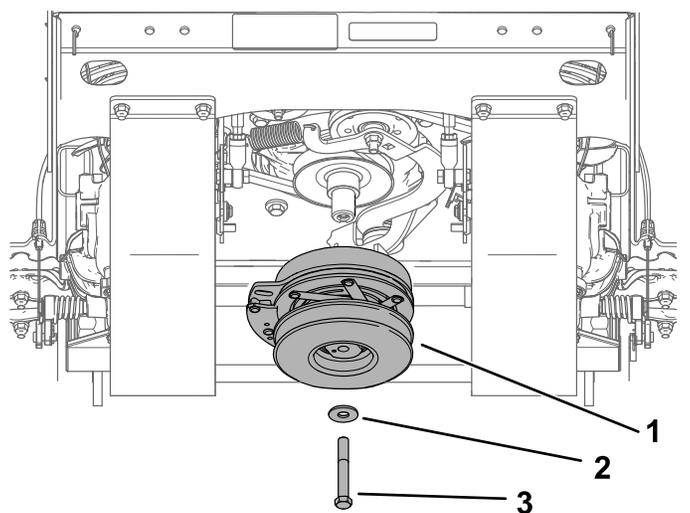

図 56
4. クラッチプーリを外す **図 56**。
- 12. クラッチプーリを取り付ける 図 56。ベルトを68-81 N・m 6.9-8.0 kg.m = 50-60 ft-lbにトルク締めする。